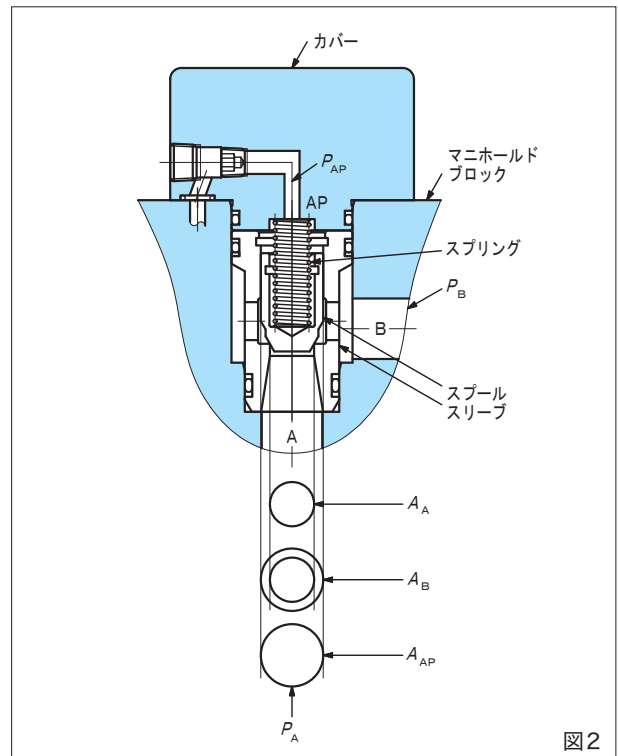

図2
- 図2において、ポートAおよびBの圧力は、それぞれスプールの先端に作用して弁を開く方向に働いています。Aの圧力 P_A が作用する面積は、弁シート径の円形面積 A_A であり、Bの圧力 P_B が作用する面積は、弁シート径とスプール径間の同心円形面積 A_B です。制御カバーから導入されるパイロット圧力 P_{AP} は、スプール上部に作用して弁を閉じる方向に働きます。その圧力が作用する面積はスプール径面積（ $A_{AP}=A_A+A_B$ ）です。弁の開閉は、これらの作用圧力とス